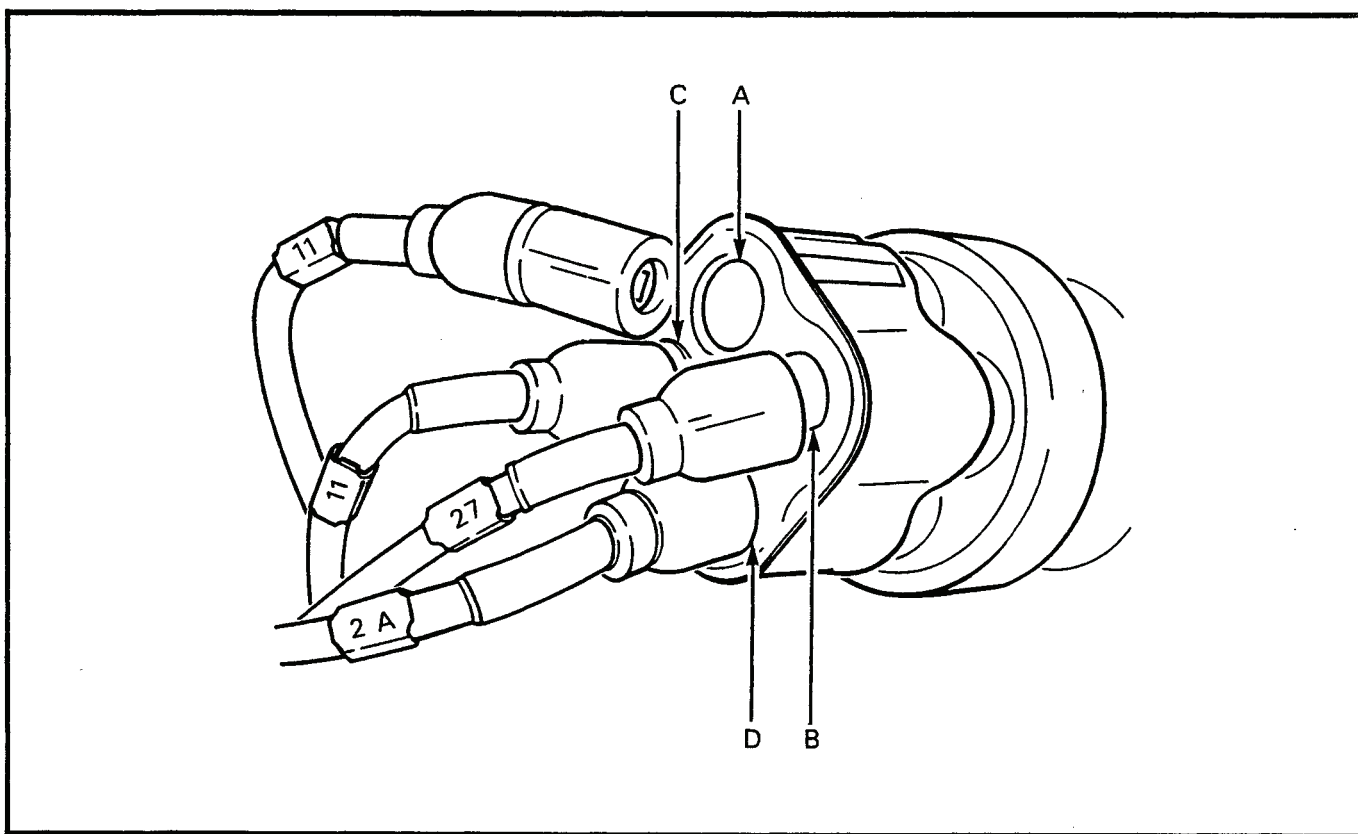

Figure 5-2-2 Accessory Switch Connectors
- a. Connect the four bayonet-type connectors to the switch, see Figure 5-2-2. Connect wire #11 at the top right ("A"), wire #27 at top left ("B"), wire #2A at bottom left ("D") and wire #11 at bottom right ("C").
- a. Brancher les quatre connecteurs à baïonnette à l'interrupteur, voir figure 5-2-2. Relier le fil #11 au coin supérieur droit ("A"), le fil #27 au coin supérieur gauche ("B"), le fil #2A au coin inférieur gauche ("D"), et le fil #11 au coin inférieur droit ("C").